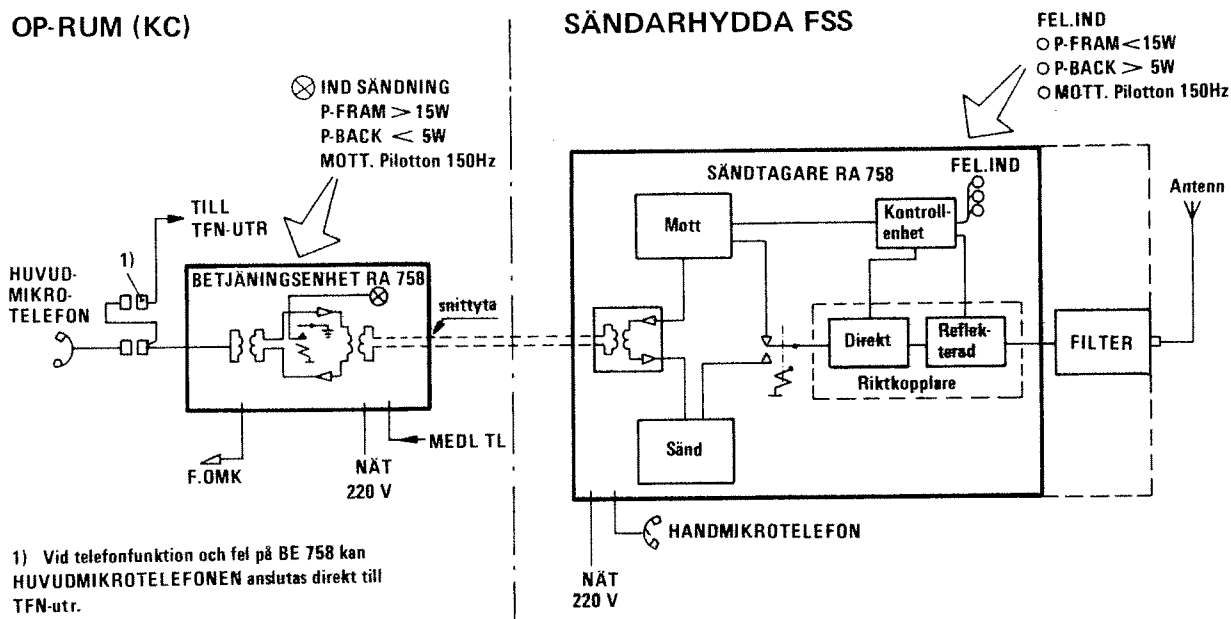

Bild 1. Funktionsblockschemat RA 758
1.1.7 Systemets uppbyggnad framgår av funktionsblockschemat, se bild 1. Observera att snittytan för ut- och ingående linjer är belägen i anslutning till betjäningenshetens stifttag för manöverlinjen.